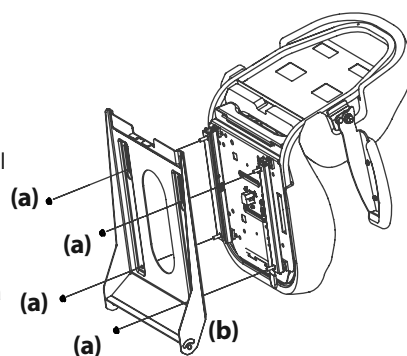

Figura 7
2. Instale el asiento en la bandeja del asiento (b) con las tuercas de seguridad con reborde (a). Consulte la Figura 7.